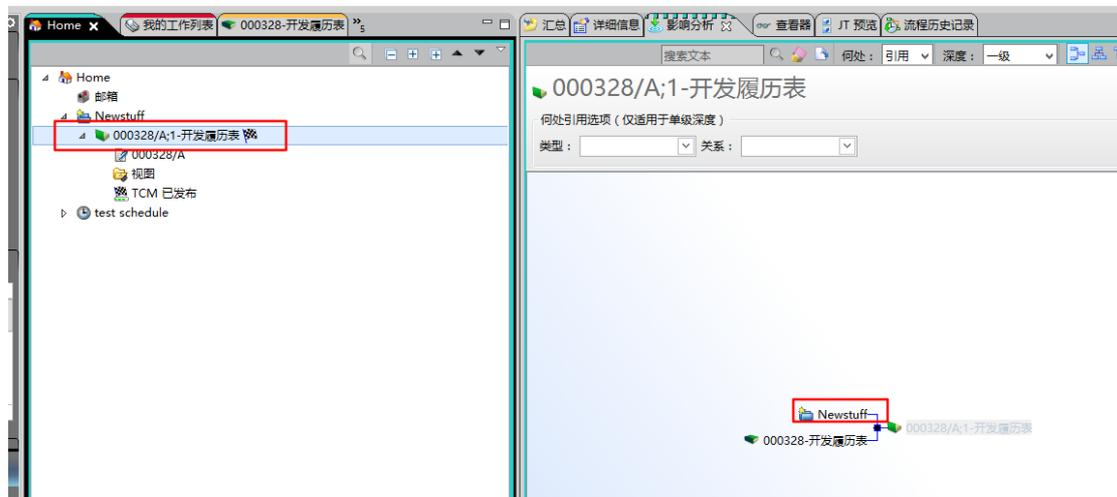

图 6
6.最终我们发现此对象只被 Newstuff 文件夹引用（如图 6）